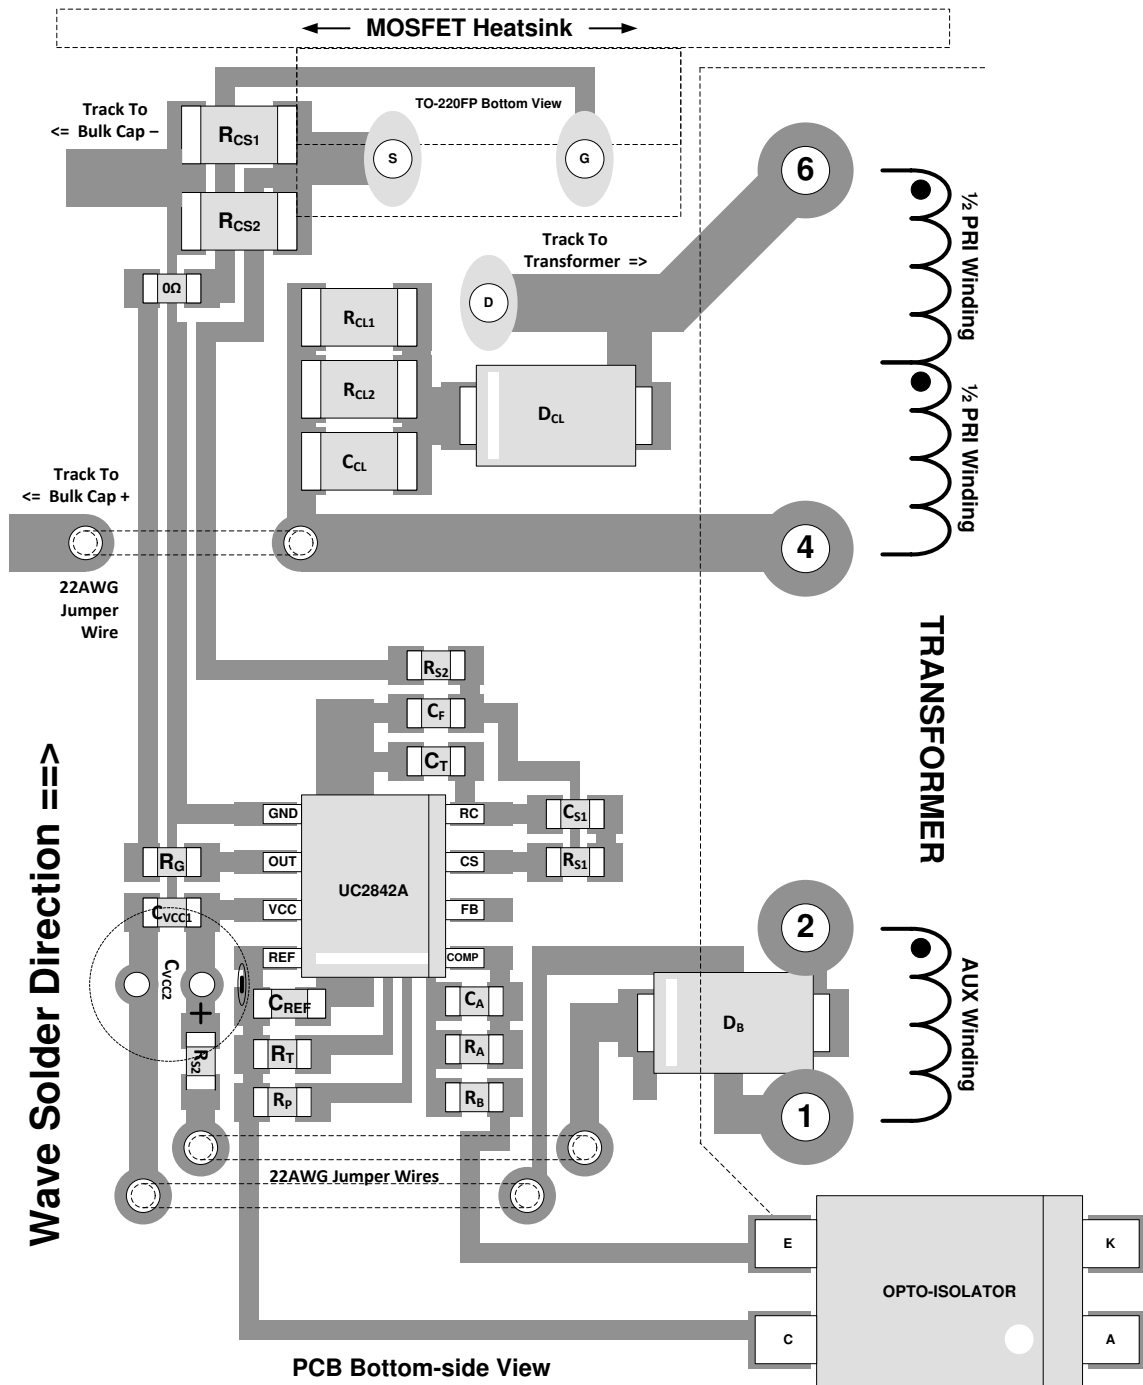

图 9-1. 布局图
- 图 9-1 显示了为单层板上的波峰焊而布置的 SMD 元件。如果使用多层，可能会重新排列一些元件，用于实现轻松互连并减少电流环路面积。如果焊接工艺允许，将 SMD 元件垂直放置可以改善互连并减少环路面积。